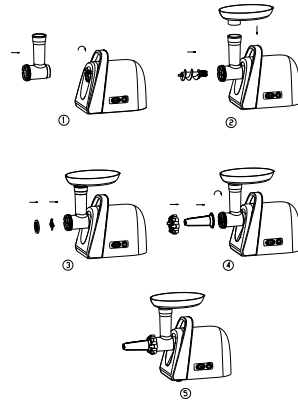

рис.9
7.4.1 Установите насадку для приготовления сосисок (рис.9).